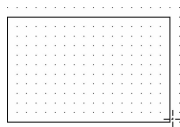
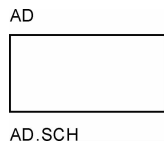

图 6-38 放置图表符
图 6-39 设置完的图表符
4. 此时，鼠标变成了十字形，移动鼠标到需要放置方块电路图的地方，单击鼠标确定方块电路图的一个顶点，如图 6-38 所示。移动鼠标到合适的位置再一次单击鼠标确定其对角顶点，即可完成方块电路图的放置，设置完属性的图表符如图 6-39 所示。